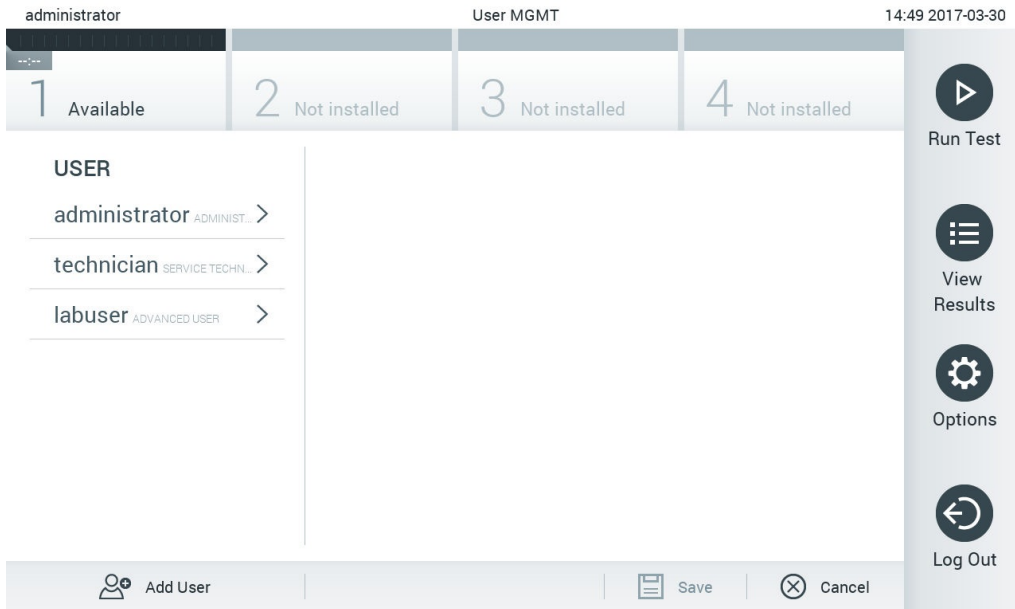

图 51. User Management (用户管理) 屏幕。
1. 按下 **Options**（选项）按钮，然后按下 **User Management**（用户管理）按钮来配置用户。显示屏的内容区域会出现 **User Management**（用户管理）屏幕（下一页图 51）。